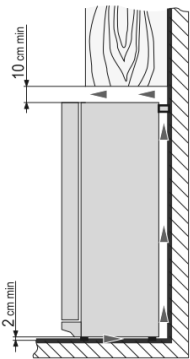

Fig. 6
- Conserver une marge minimale de 10 cm entre le bord supérieur de l'appareil et les objets se trouvant au-dessus de l'appareil (par ex. des placards). Dans le cas contraire, cela peut entraîner une consommation excessive d'énergie ou la surchauffe du compresseur (**Fig. 6**).